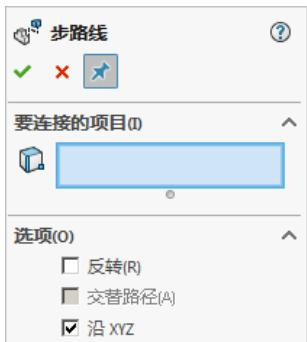

图 7.8.8 “步路线”对话框
Step2. 选择命令。选择下拉菜单 **插入(I)** → **爆炸直线草图(L)** 命令，系统弹出图 7.8.8 所示的“步路线”对话框。